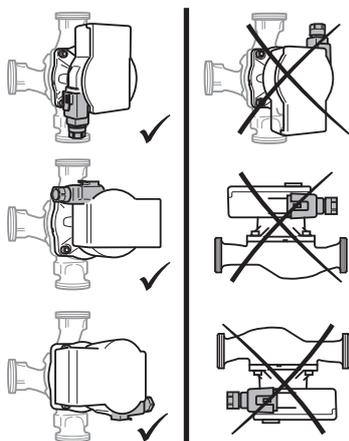

Fig. 2: Монтажные положения
- Место установки выбирать с учетом допустимого монтажного положения (Fig. 2).
- Учитывать допустимое монтажное положение (Fig. 2) насоса, при необходимости повернуть головку электродвигателя (2+6).
- Удерживать головку электродвигателя (2+6) и выкрутить 4 винта корпуса (5). **ВНИМАНИЕ! Повреждение внутреннего уплотнения ведет к негерметичности.** **Осторожно повернуть головку электродвигателя, не вынимая ее из корпуса насоса.**
- Учитывать допустимое монтажное положение (Fig. 2) и стрелку на корпусе насоса (1), которая показывает направление потока.
- Затянуть 4 винта корпуса (5).